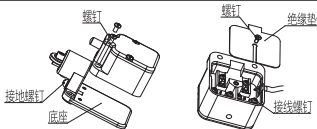
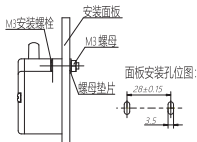
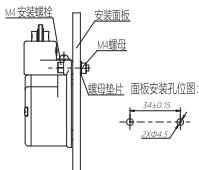

图3 布线示意图
图4 YBLX-X2安装示意图
图5 YBLX-X2/N安装示意图
7.2.1 安装：松开底座螺钉→拆开绝缘垫→按图3接线→装回绝缘垫→拧紧底座螺钉→按图4或图5安装。（YBLX-X2产品无底座）